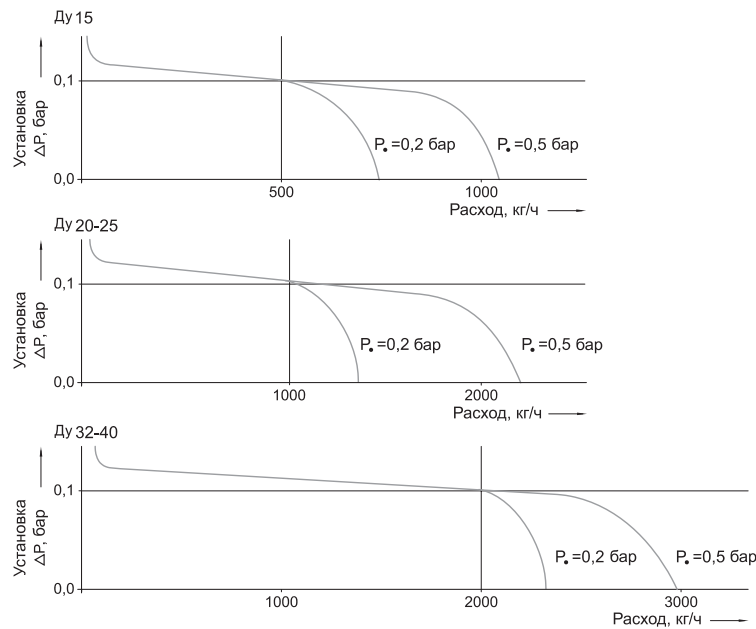

Рис. 4. Характеристики регулирования V5012C0103, настройка перепада давления на 0.1 бар (заводская настройка)
- Заводская настройка мембранного блока V5012C0103 Kombi-DP равна 0,1 бар. Предварительная настройка может быть увеличена до макс. 0,3 бар. В этом случае кривые регулирования, представленные на рис. 4. перемещаются параллельно на настроенное значение.
- Заводская настройка мембранного блока V5012C0306 Kombi-DP равна 0,3 бар. Предварительная настройка может быть увеличена до макс. 0,3 бар. В этом случае кривые регулирования, представленные на рис. 4. перемещаются параллельно на настроенное значение.